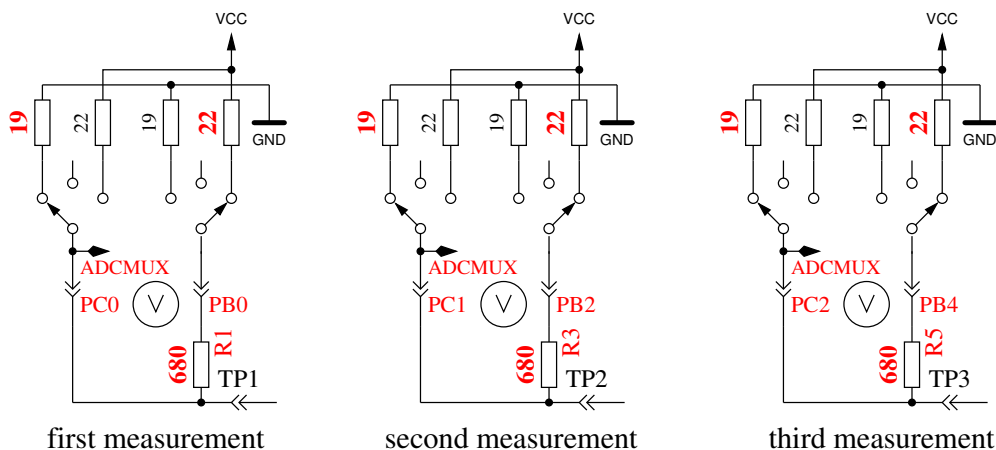

Рис. 5.57. Измерение внутреннего сопротивления порта С подключением выходных контактов к GND
8. **Измерение внутреннего сопротивления порта подключением выходных контактов к GND.** Этот и следующие тесты будут проведены, если выбрана опция AUTO_CAL. Внутреннее сопротивление порта C с выходами, подключенными к GND, измеряется по току через подключенные к VCC (+5 V) резисторы $680\ \Omega$, смотри рисунок 5.57. Могут быть измерены только три вывода порта АЦП. Внутреннее сопротивление портов В (PB0, PB2 и PB4) не может быть измерено без изменения аппаратных средств. Будем считать, что внутреннее сопротивление порта для различных портов практически одинаково. Величина сопротивления будет определена в следующем тесте.